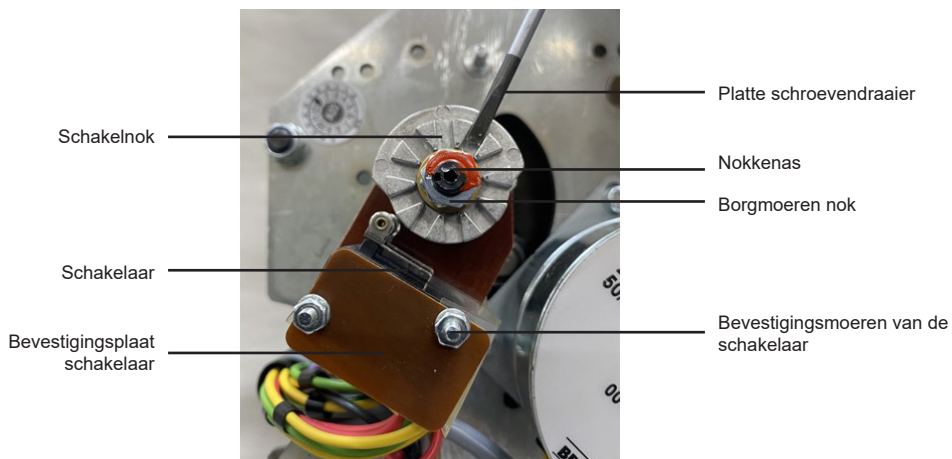
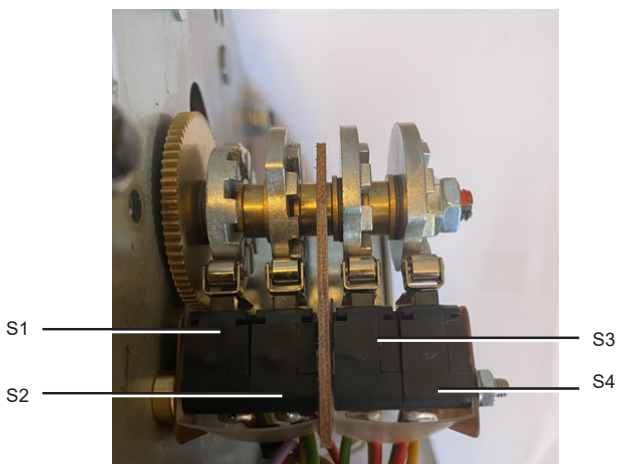
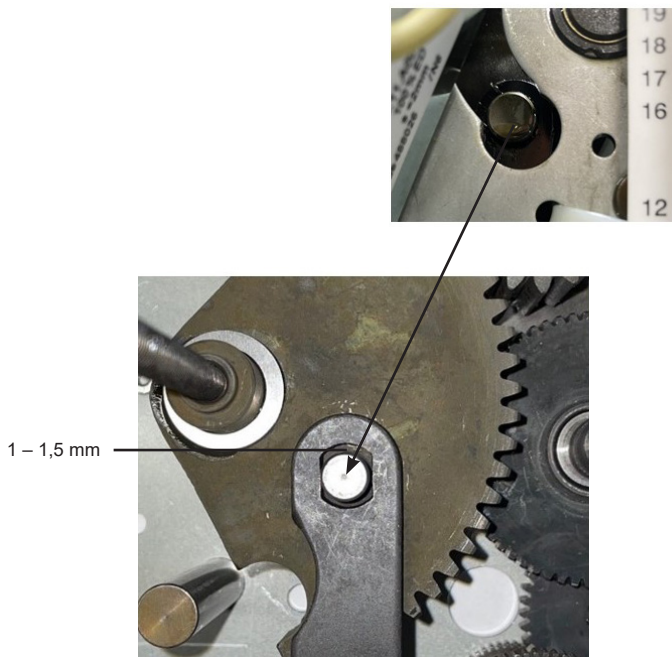

Fig. 9 Afstelling schakelaar
Fig. 10 Overzicht schakelaars
Fig. 12 Aandrijfstangpen bij eindpositie
- Gebruik een geïsoleerde schroevendraaier (bladbreedte 3 mm) om de S1-nok te verstellen tot deze de S1-slagafhankelijke schakelaar raakt maar niet bedient. Let op de richting van de nokbediening en houd het uitgangswiel vast wanneer een van de nokken (slagafhankelijk of extra) wordt versteld. De nokken draait met de klok mee als de spil van de servomotor uitgeschoven is. Zie Fig. 9 tot Fig. 12 voor identificatie en oriëntatie.
<p>Het is belangrijk te weten dat de servomotor maximale stuwkracht uitoefent op de zitting wanneer deze sluit onder de impuls van zowel de veer als de motor.</p> <p>Aangezien de drijfstaag zich reeds in de gesloten positie bevindt, zal het tandwiel (bij het naderen van de eindpositie door middel van de motor) naar de eindpositie bewegen totdat de slagafhankelijke schakelaar S1 wordt bediend, waardoor de motor stopt. Tijdens deze verplaatsing van het tandwiel zal de pen van de drijfstaag 1-1,5 mm omlaag bewegen in de sleuf van de drijfstaag. Dit zorgt ervoor dat de volledige sluitdruk van de veer beschikbaar is en de afstelling van de slagschakelaar geen buitensporige inspanning vereist.</p> <p>Zie Fig. 12 voor oriëntatie.</p>
De rotatie van de nokken kan vrij stijf zijn. In dergelijke omstandigheden verdient het aanbeveling de positie van de naastgelegen nok met een tweede schroevendraaier vast te zetten en altijd te beginnen met de afstelling van S1 en te eindigen met de afstelling van S4. Draai de borgmoeren van de nokken in geen geval los, behalve voor vervanging (Fig. 9).
- Gebruik een geïsoleerde schroevendraaier (bladbreedte 3mm) om de S2-nok te verstellen tot deze de S2-slagafhankelijke schakelaar bedient. Let op de richting van de nokbediening en houd het uitgangswiel vast wanneer een van de nokken (slagafhankelijk of extra) wordt veresteld. Zie Fig. 9 en Fig. 10 voor identificatie en oriëntatie
De rotatie van de nokken kan vrij stijf zijn. In dergelijke omstandigheden verdient het aanbeveling de positie van de naastgelegen nok met een tweede schroevendraaier vast te zetten en altijd te beginnen met de afstelling van S1 en te eindigen met de afstelling van S2. Draai de borgmoeren in geen geval los (Fig. 9).
- Zie Fig. 9 voor productoriëntatie.
- Schuif schakelaar S3 eerst op de bevestigingspinnen van de schakelaar en let daarbij op de oriëntatie zoals aangegeven in Fig. 9. S3 heeft de kortere kabelbescherming
- Schuif schakelaar S4 op de bevestigingspinnen van de schakelaar en let daarbij op de oriëntatie zoals aangegeven in Fig. 9.
De servomotor van de AEL7T-serie wordt geleverd met twee supplementaire eindeloopschakelaars (S3 en S4). De S3 en S4 supplementaire eindeloopschakelaars kunnen worden gebruikt om de gebruiker te informeren over een door de gebruiker gedefinieerde positie van de klep en de servomotor door middel van een spanningsvrij contact (VFC). Zie Fig. 10 voor productoriëntatie.
De rotatie van de nokken kan vrij stijf zijn. In dergelijke omstandigheden verdient het aanbeveling de positie van de naastgelegen nok met een tweede schroevendraaier vast te zetten en altijd te beginnen met de afstelling van S3 en te eindigen met de afstelling van S4. Draai de borgmoeren in geen geval los (Fig. 9).